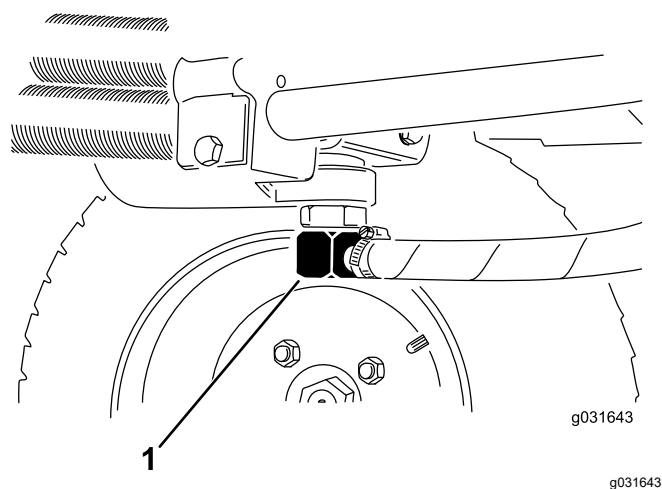

Figure 65
2. Débranchez la conduite hydraulique ou enlevez le filtre hydraulique et laissez couler l'huile dans un bac de vidange (Figure 67 et Figure 65).
3. Rebranchez la conduite hydraulique quand la vidange est terminée (Figure 65).